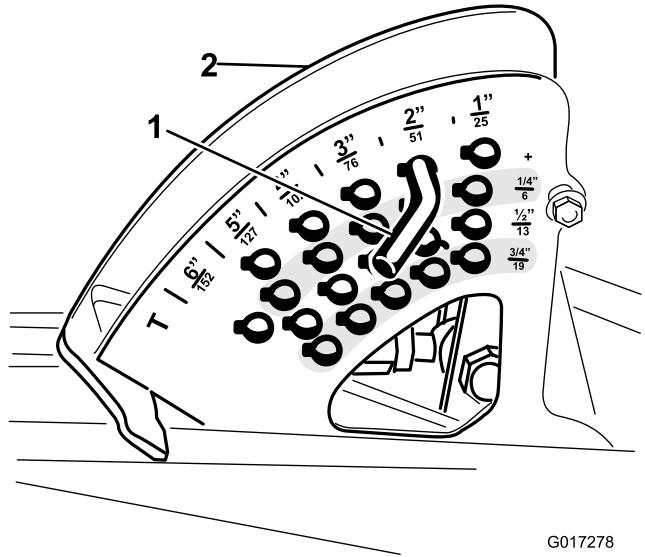

图3
3. 为了进行安装应留意剪草高度销在剪草高度支架中的位置 图3。从剪草高度支架取下剪草高度销。
6. 将剪草高度销按照所需剪草高度装入剪草高度支架图3。